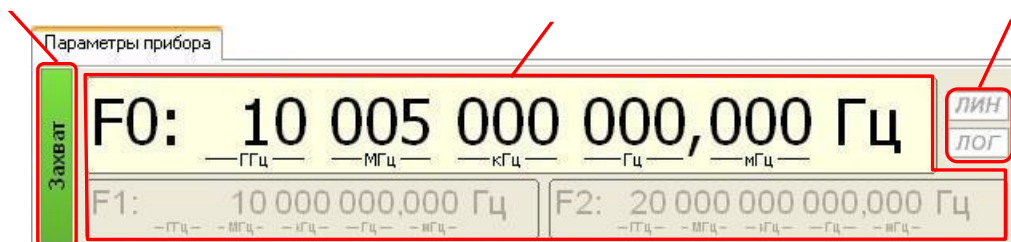

Рисунок 6.15 – Параметры частоты
6.6.2.1 В параметрах частоты (рисунок 6.15) отображается:
1) в режиме «Фиксированная частота и мощность» и «Сканирование по мощности» отображается F_0 – значение текущей частоты, поля F_1 и F_2 затенены (рисунок 6.15);
в) режим сканирования – отображает закон изменения частоты линейный **ЛИН** или логарифмический **ЛОГ**. В режиме «Фиксированная частота и мощность» оба индикатора затенены (рисунок 6.15).